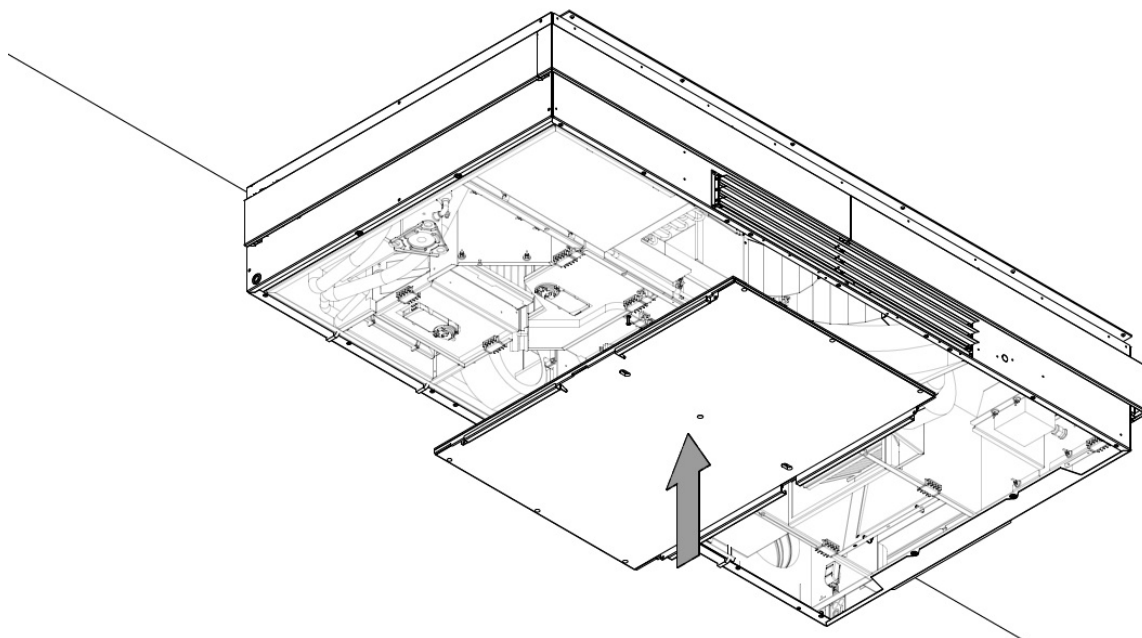
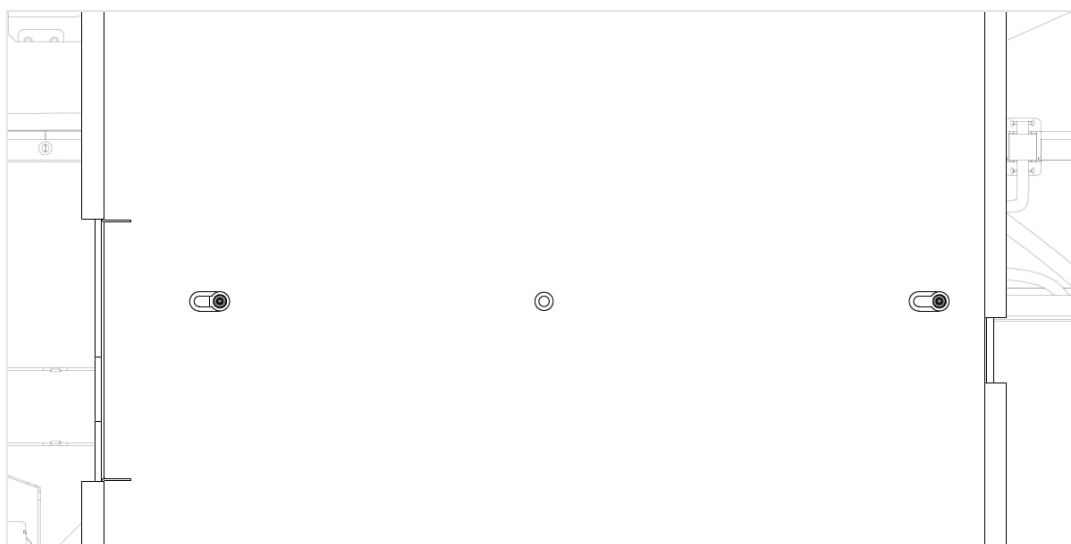

Afbeelding 29: Twee lange bouten op het middenframe schroeven
Afbeelding 30: Detailaanzicht van het middenframe met gemonteerde bouten
1. Schroef twee lange bouten in het middenframe, zie Afbeelding 29 en Afbeelding 30 hieronder. Let op: laat minstens 10 mm tussen het frame en de boutkop zodat het sleutelgat op de stalen plaat correct kan functioneren.